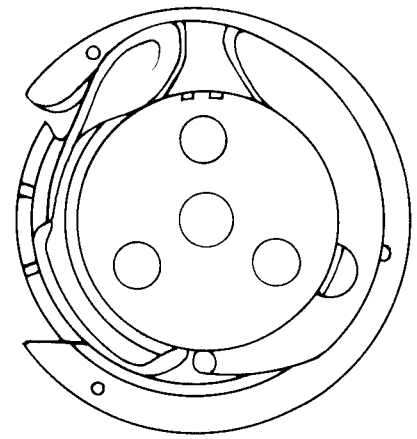

Fig. 35a
- Das Spulenkapselunterteil mit Greiferbügel herausnehmen (siehe Abb. 35a).
- Remove bobbin case base and hook gib (Fig. 35a).
- Déposer la capsule inférieure avec l'étrier de crochet (fig. 35a).